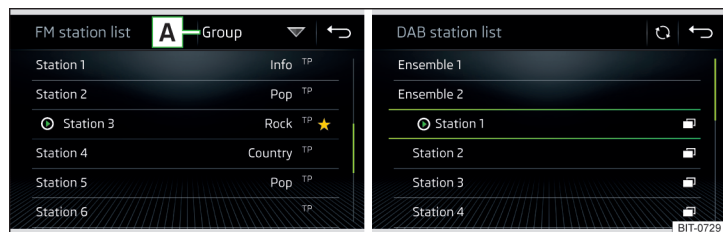

Abb. 181 Beispiel der Liste verfügbarer FM/DAB-Sender
- › Zur **Sortierung** (FM) der Sender in alphabetischer Reihenfolge, laut Gruppe oder Genre, die Funktionsfläche » **Abb. 181** antippen » .
- › Zur **Filterung** der Sender nach dem Programmtyp (bspw. Kultur, Musik, Sport u. Ä.) in der FM-Senderliste (bei eingeschalteter RDS-Funktion) und der DAB-Senderliste (bei gewählter alphabetischer Sortierung der Senderliste) die Funktionsfläche » **Abb. 181** antippen.
- › Zur **manuellen** Aktualisierung die Funktionsfläche » **Abb. 181** antippen.